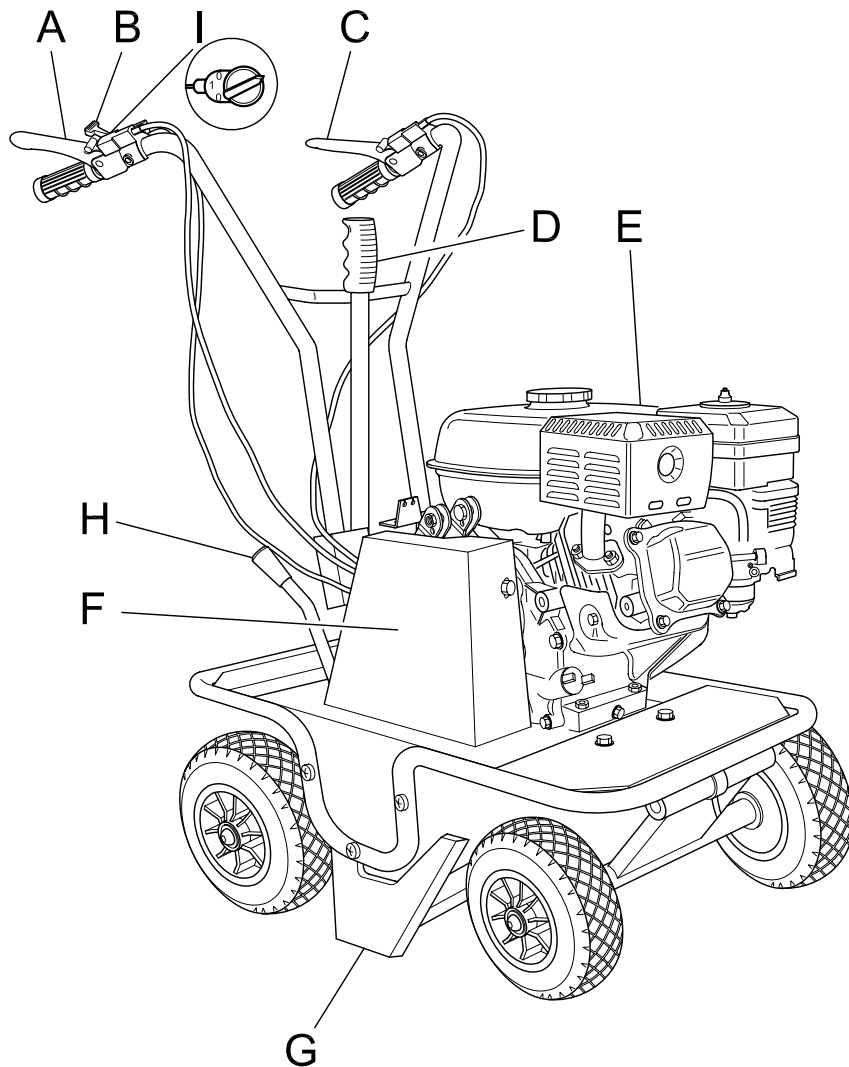
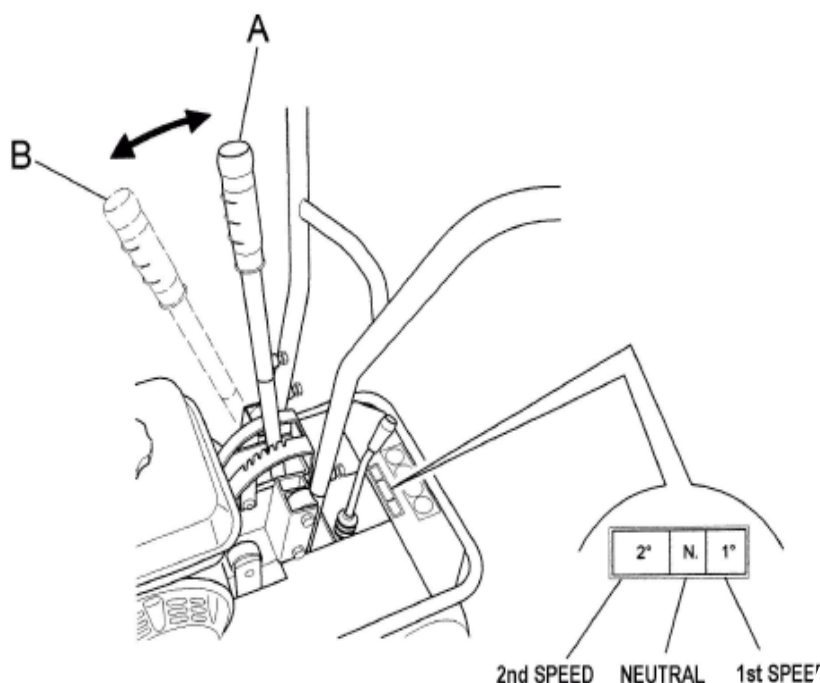

Figure 1
Fig. 2
Il sert à régler la hauteur de coupe en fonction du terrain et de l'épaisseur du gazon à soulever (Fig. 2 Réf. A).
Le carter de protection (Fig. 1 Réf. F) empêche le contact avec les parties en mouvement de la machine. Il est strictement interdit d'utiliser la machine sans carter de protection.
ATTENTION: Sélectionner la marche désirée uniquement après avoir désactivé l'embrayage d'avance de la machine en relâchant le levier approprié (Fig. 1 Réf. c)
- Avant de démarrer le moteur, vérifier que les deux leviers d'enclenchement (embrayage d'avance - Fig. 1 Réf. C et embrayage lames - Fig. 1 Réf. A) se trouvent en position d'arrêt (relâchés); le frein est alors automatiquement actionné; par conséquent, positionner le levier de sélection de marche au point mort (Fig. 2 Réf. C).
- Le carter de protection (Fig. 1 Réf. F) ne doit être enlevé sous aucun prétexte durant l'utilisation de la machine.
- Avant de s'éloigner de la machine, déplacer le levier de vitesse au point mort (Fig. 2 Réf. C) et éteindre le moteur en déplaçant l'interrupteur (Fig. 1 Réf. I) sur 0.